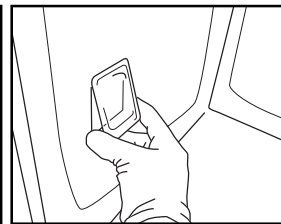

Fig. 9
5. Réinstallez le capot de l'ampoule en le poussant contre la paroi, de façon à l'accrocher correctement (Fig. 9).